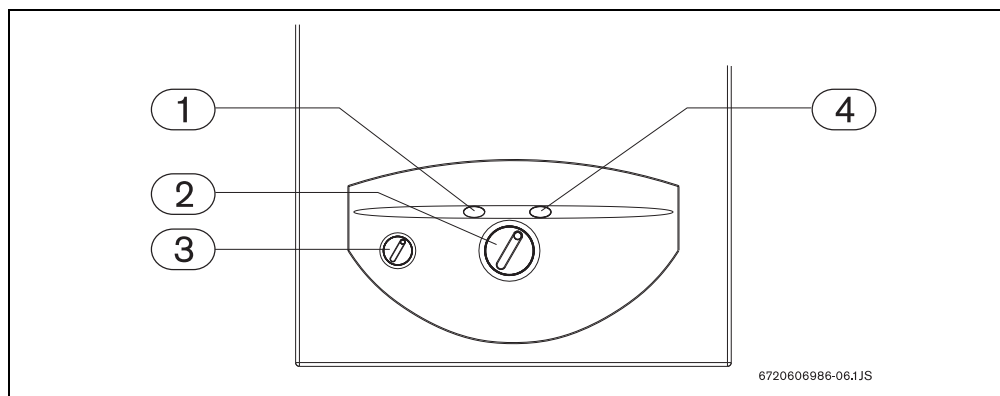

Fig. 4
Ruotare l'interruttore principale (→ Fig. 4, [pos. 3]) in posizione di funzionamento (→ cap. 3.2).
- Premere il tasto di riarmo (→ Fig. 4, [pos. 1]).
Questo apparecchio dispone di un sistema di segnalazione delle anomalie. L'avviso di eventuali anomalie avviene per mezzo di segnali, mediante una spia luminosa rossa, incorporata nel tasto di riarmo (→Fig. 4, [pos. 1]). L'apparecchio torna a funzionare una volta rimossa la causa del guasto e dopo aver premuto il tasto di riarmo.